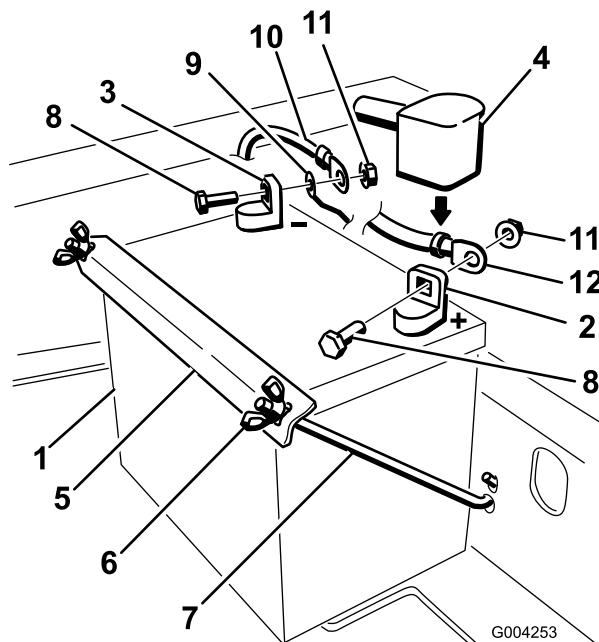

Figura 38
4. Scollegate prima il cavo negativo della batteria ed il filo di messa a terra dal morsetto negativo (-) della batteria (Figura 38).
5. Sfilate la guaina rossa del morsetto dal morsetto positivo (rosso) della batteria. Togliete quindi il cavo positivo (rosso) della batteria (Figura 38).
6. Togliete entrambi i dadi ad alette (1/4 pollice) che fissano la fascetta della batteria (Figura 38).
1. Posizionate la batteria nel vassoio con i poli dei morsetti verso il motore (Figura 38).
4. Fissate i cavi con 2 bulloni ((1/4 x 3/4 di pollice), 2 rondelle (1/4 pollice) e 2 dadi di bloccaggio (1/4 pollice) (Figura 38).
6. Fissate la batteria con bulloni a J, la fascetta di fissaggio e 2 rondelle (1/4 pollice) e 2 dadi ad alette (1/4 pollice) (Figura 38).